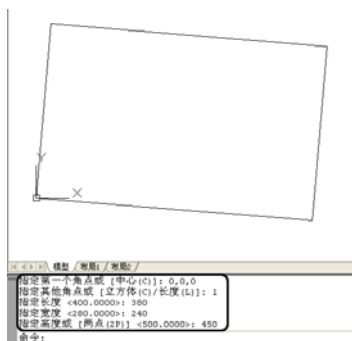

图 10.61 创建楔体模型
- (1) 在菜单栏中选择【绘图】/【建模】/【楔体】命令。
(2) 根据命令行提示在绘图窗口拾取原点为角点，在命令行输入 L，并按回车键。设置长方体的长宽高，根据命令行提示，分别输入长方体的长宽高为 380、240、450，创建完楔体后的效果如图 10.61 所示。